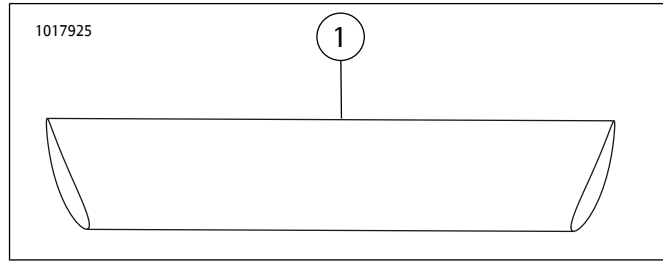
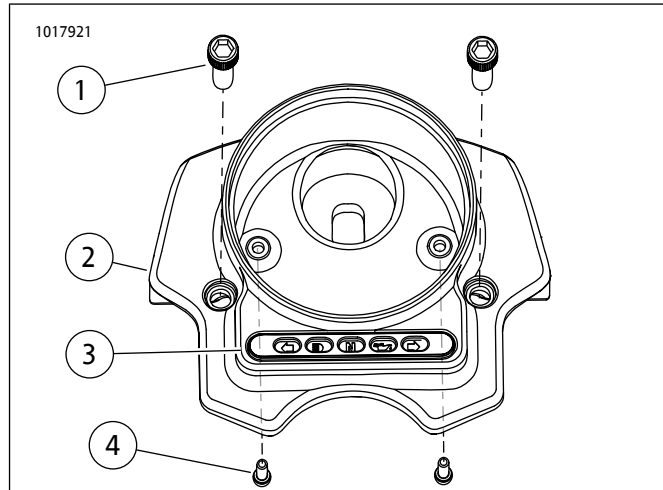
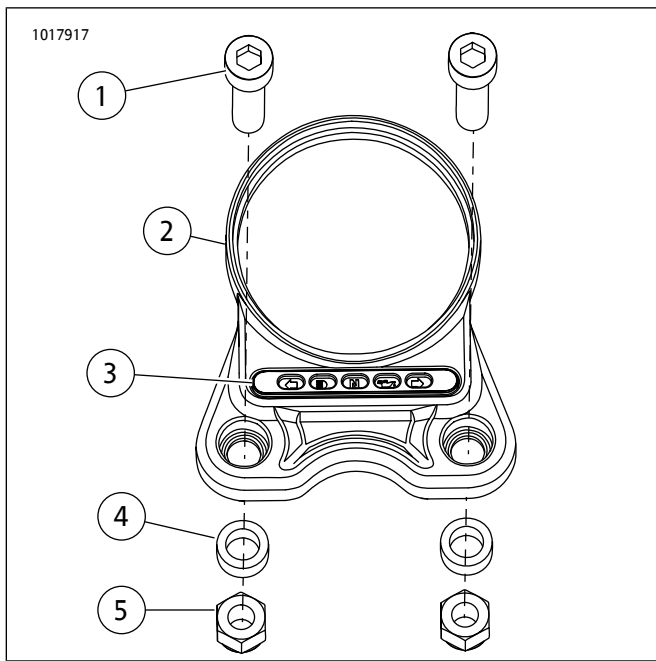

图1. 维修零件: 2014年款及之后XL1200X
图2. 维修零件: 2014年款及之后XL883N
图3。维修零件：2016.5年款及之后XL1200CX
参见图1、图2、图3和表1、表2、表3。
1. 参见图1。将把手夹塞(1)置于下部把手夹中。
4. 参见图2。转移原厂指示灯组件和新边框。
3. 参见图3。转移原厂指示灯组件和新边框。